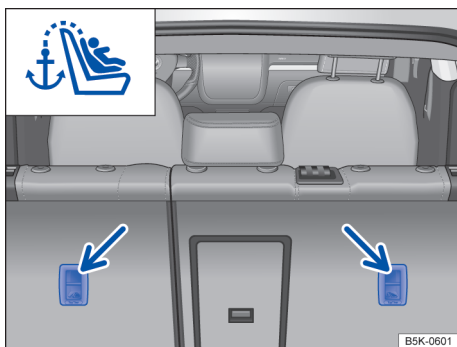

Fig. 5 Na parte traseira do banco traseiro: olhais de retenção para o cinto de fixação superior.
- Caso seja fornecido juntamente com a cadeira de criança, enganchar o cinto de fixação superior da cadeira de criança na fixação superior identificada como Top Tether, existente na parte posterior do encosto do banco → Fig. 5.